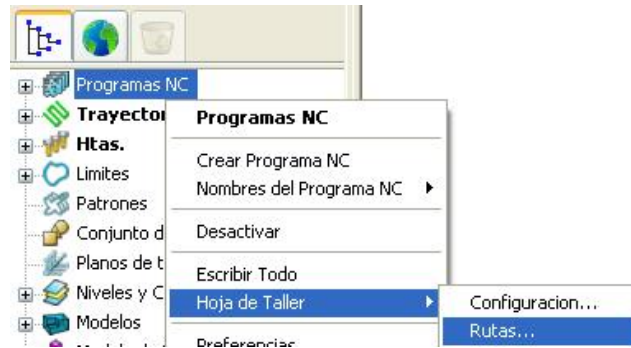

Figura 2.246 Rutas de las hojas de taller.
- Hacer clic con el botón derecho del ratón en Programas NC en el Explorador, y seleccionar Hoja de Taller – Rutas... (Figura 2.246).